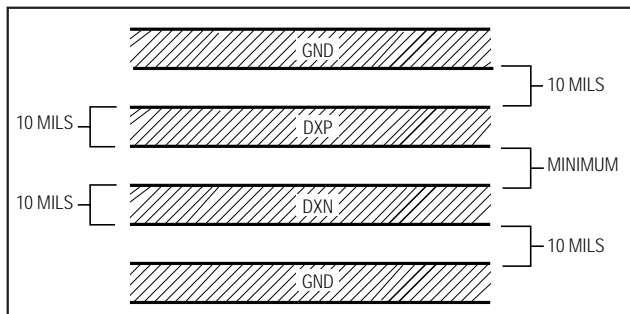

図2. 推奨DXP/DXNプリント基板トレース
- DXP-DXNトレースの両側でガードトレースをGNDに接続して下さい(図2)。ガードトレースが所定の位置にあれば、高電圧トレースの近くに配線しても問題はありません。
- 広いトレースを使用して下さい。狭いトレースは誘導性が強く、放射ノイズを拾いやすくなります。図2で推奨されている0.25mmの幅と間隔は必ずしも必要ではありません(これによるリーク電流とノイズの改善は僅かです)。しかし、可能な限りこれに従って下さい。